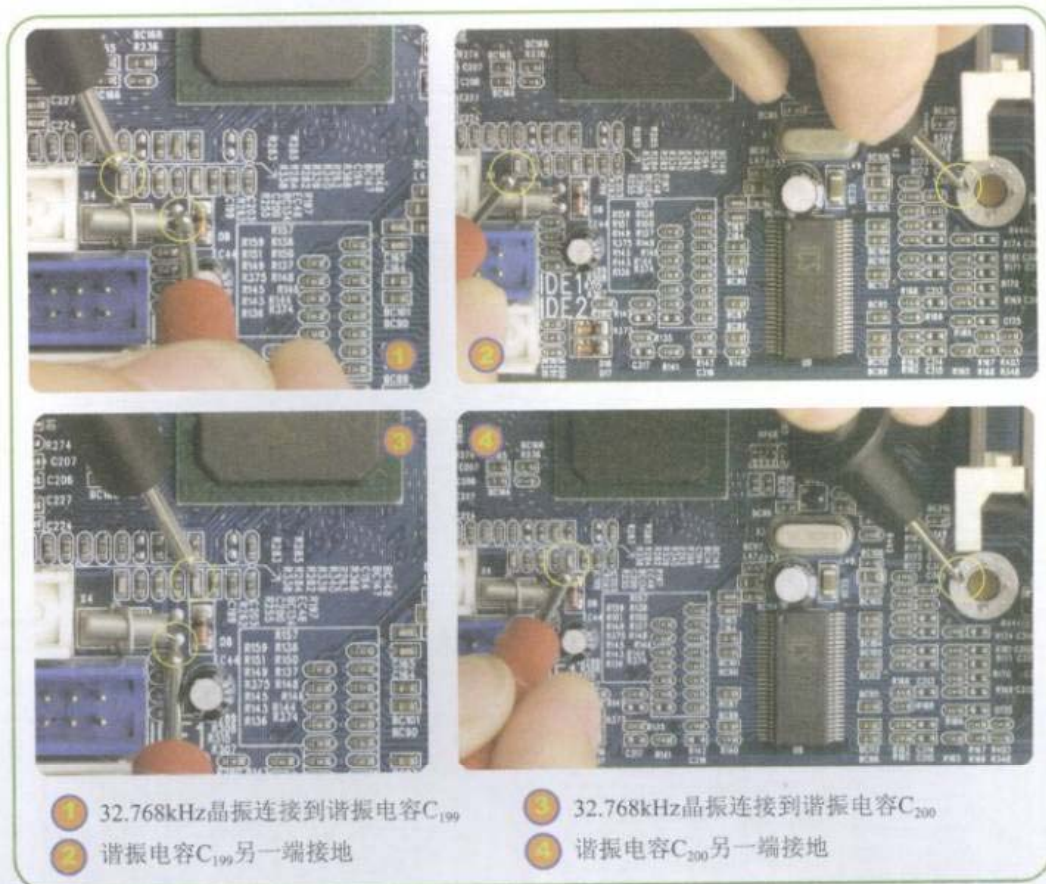

图6-28 晶振到电容的线路
**Step 01** 测量南桥附近的晶振连接谐振电容的线路，如图6-28所示。